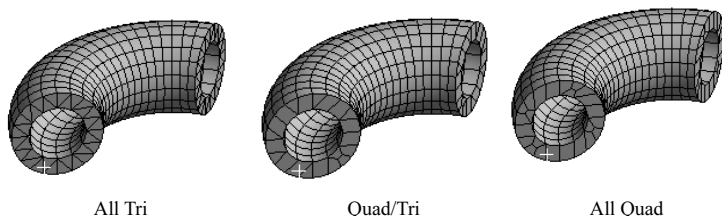

图 3-97 Free Face Mesh Type
- ✧ **Free Face Mesh Type**（自由面网格类型）：包括 **【All Tri】**（所有三角形）、**【Quad/Tri】**（四边形/三角形）和 **【All Quad】**（所有四边形），如图 3-97 所示。